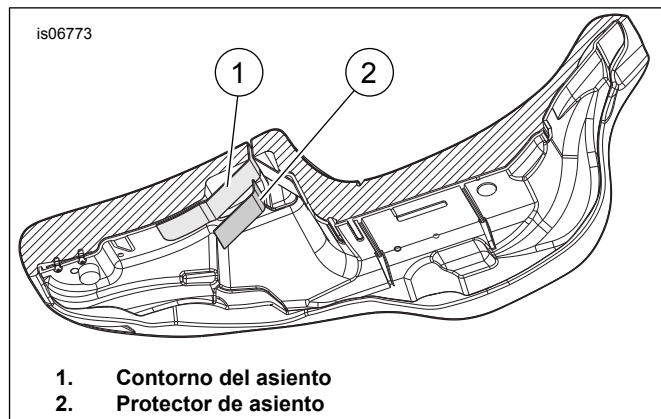

Figura 12. Parte inferior del asiento
13. Vea Figura 12 . Tenga en cuenta la forma de la superficie que el protector del asiento (2) cubra y con cuidado dele forma al protector para que se ajuste mejor a los contornos del asiento (1).